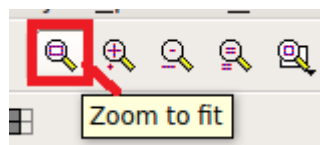

Figura 10: Ajuste la imagen al área ocupada por los elementos en la pantalla.
28. De clic sobre el icono **Zoom to fit** para ajustar la imagen al área ocupada por los elementos en la pantalla. Ver figura 10.